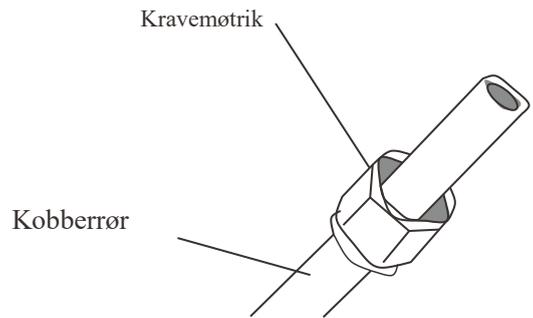

Fig. 5.3
3. Anbring en kravemøtrik i begge ender af røret. Kontrollér, at de vender i den rigtige retning. Du kan ikke ændre retningen efterfølgende. Se **fig. 5.3**.